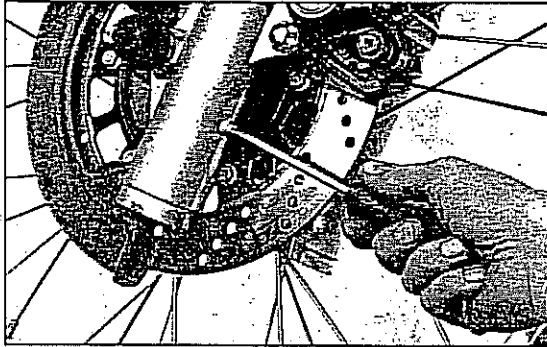

Bild 127
- Vor Gabeldemontage Gabelöl ablassen, siehe Bild 127.